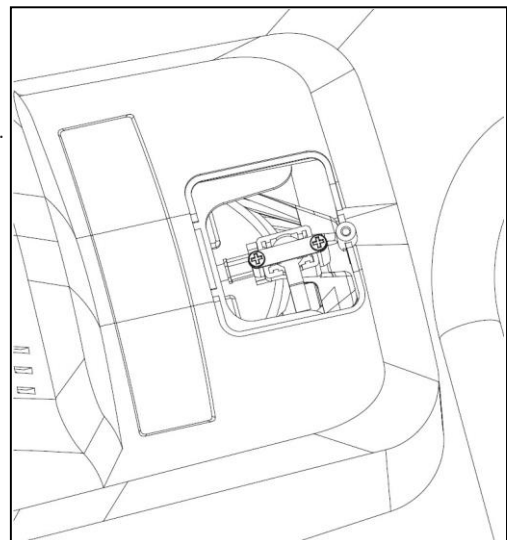

Fig. 6
2. Svitare la vite a croce dall'alloggiamento e aprire il coperchio della spazzola di carbone (Fig. 6).
3. Svitare le due piccole viti Phillips all'interno (Fig. 6) per rimuovere le spazzole di carbone.